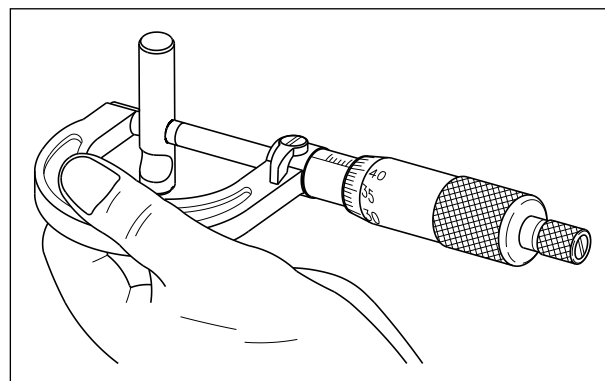

Fig. 3.68
- Meça o diâmetro externo do eixo do balancim da válvula. Se o diâmetro externo for menor que o limite de uso, substitua o eixo. (Fig. 3.68)